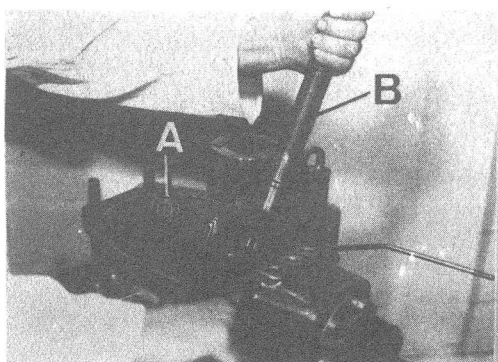
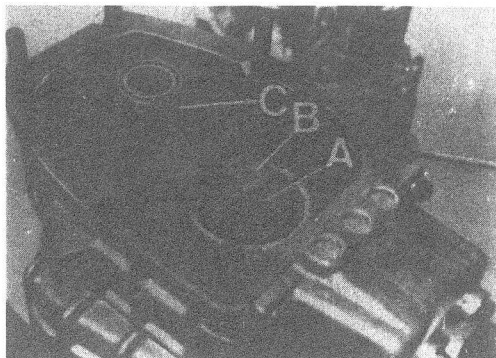

Fig. C1-90 Desmontaje eje primario
Fig. C1-91 Caja de velocidades
##### 1.3. Desplazar hacia arriba y a un lado el eje intermediario, A (Fig. C1-90) y extraer el eje primario, B, observando que el cojinete de rodillos, A (Fig. C1-91) permanece alojado en el extremo del eje principal, B.
- 2.1. Montar el eje primario, B (Fig. C1-90) de forma similar o su desmontaje, comprobando que queda perfectamente alojado y que gira sin interferencias.